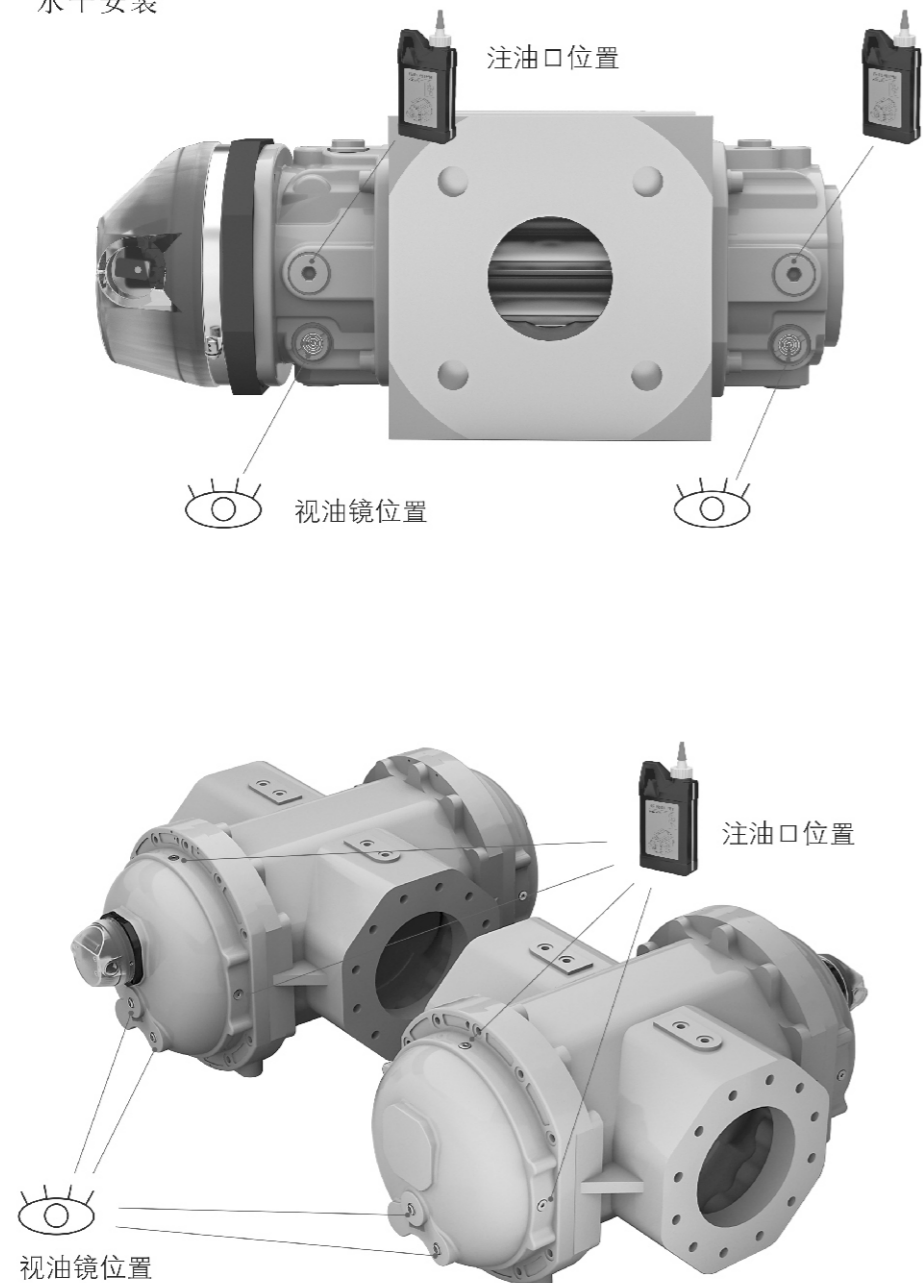

图10 注油口和视油镜位置图
6.1.2 若油位低于视油镜中心线3mm(通常加油周期为3~5年)，说明润滑油损耗，需补充至油视镜中心线。注油口和视油镜位置如图10所示。